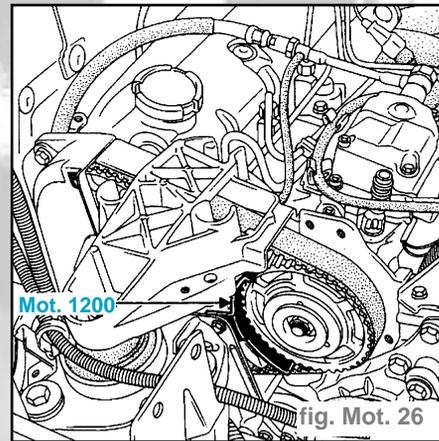

fig. Mot. 26
- Mettre en place l'outil **Mot. 1200** ou **Mot. 1317** de maintien de la poulie de pompe (fig. Mot. 26).
- Mettre en place l'outil **Mot. 1377** ou **1200** d'immobilisation poulie (fig. Mot. 26).
- Mettre en place l'outil **Mot 1317** ou **Mot 1200** d'immobilisation de poulie (fig. Mot. 26).